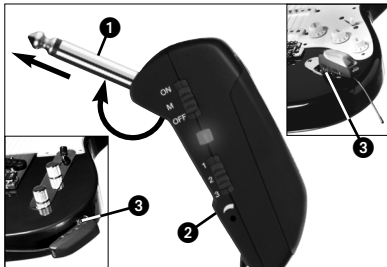

Abb. 1: Sender am Instrument befestigen
4.2 Pegel einstellen (siehe Abb. 1 und Bedienungsanleitung des Empfängers SR 40 FLEXX)